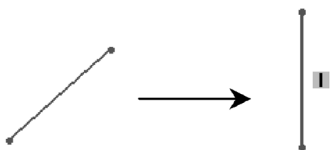

图 2-174 添加竖直几何关系
- 竖直几何关系：使选取的对象按竖直方向放置，如图 2-174 所示。